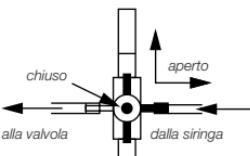

Fig. 9
- Girare il rubinetto a tre vie come illustrato nella Fig. 9 e riempire il manómetro almeno fino a 5 cmH₂O.
- Girare il rubinetto a tre vie come illustrato nella Fig. 9 e riempire il manómetro fino a 10 cmH₂O sopra la pressione di apertura prevista per la valvola (ad es. se si controlla una paed/GAV con pressione di apertura di 5 cmH₂O nella posizione orizzontale e di 25 cmH₂O in quella verticale, il manómetro dovrebbe essere riempito fino a 15 cmH₂O nella posizione orizzontale della valvola e fino a 40 cmH₂O in quella verticale).